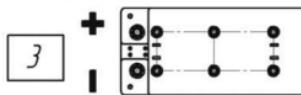

Рис. 3
- ✓ Плотность электролита в банках батареи - при определении плотности электролита необходимо батарею развернуть клеммами к себе. Крайняя слева банка будет иметь номер 1; для грузовых батарей - при расположении клемм слева банки верхнего ряда будут иметь номера 1/2/3, а для нижнего - 4/5/6 (рис. 3, 4). Плотность электролита заряженной батареи при 25°C должна быть в диапазоне 1,27-1,30 г/см³. При определении плотности необходимо учитывать температуру электролита в банках батареи. Отклонение фактической температуры электролита на 1°C от указанной температуры на шкале ареометра соответствует 0,0007 г/см³. Например: если показания ареометра 1,29 г/см³, фактическая температура 15°C, а ареометр калиброван для температуры 25°C, то истинная плотность равна: $1,29 - (25-15) * 0,0007 = 1,283 \text{ г/см}^3$.